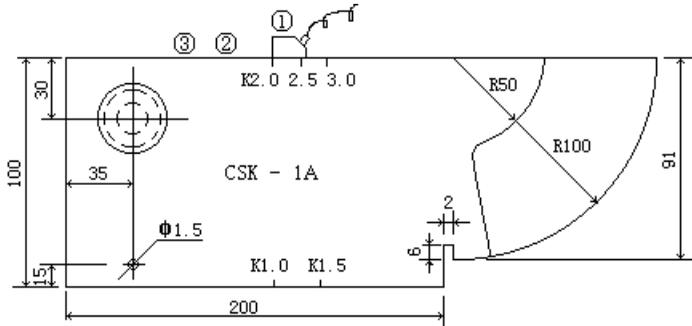

图 3-3-1
如图 3-3-1 所示，探头在不同的位置，所反射的回波高度和距离也不同，当探头从①移到③处，在屏幕上的回波幅度应该从低→高→低变化，并留下不同幅度的峰点组成一个新的曲线，我们称此曲线为包络线。下面就以上图的装置。我们以 $\varnothing 50$ 孔为例扫查其包络线。